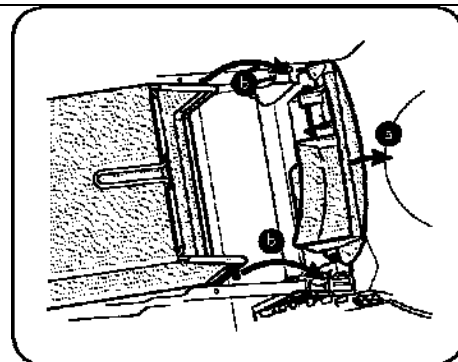

Рис. 8
- b. Поместите травосборник в пазы на кронштейне ручки, как показано на Рисунок 8. Отпусти заднюю дверь выброса так, чтобы она опиралась на травосборник.